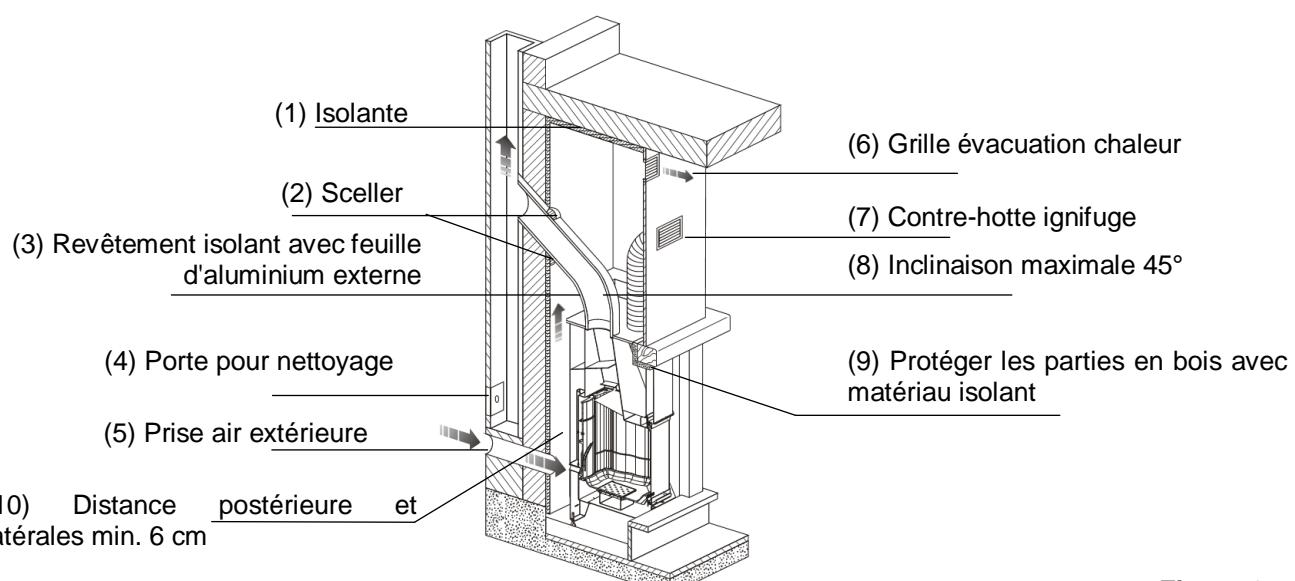

Figure 15
La grille de libération chaleur (Figure 15 pos. 6) doit être installée dans la partie supérieure de la hotte à environ 20 cm. du plafond. Son installation est **obligatoire** puisque sa fonction est celle de laisser sortir dans le local la chaleur accumulée à l'intérieur de la hotte (surpression).